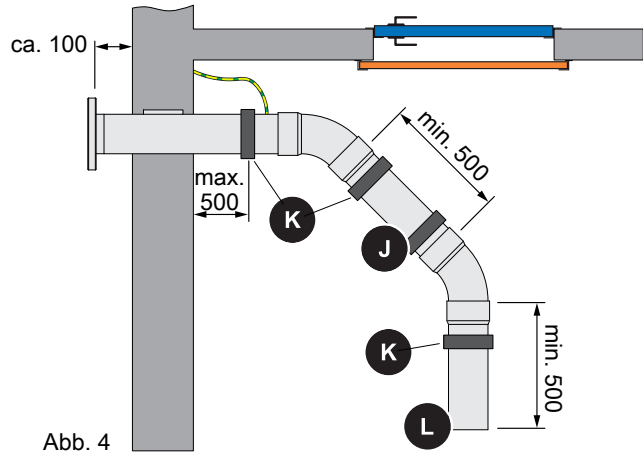

Abb. 4
- Befüllkupplungen mit einem Abstand von ca. 100 mm zur Wand (Abb. 4) einbetonieren bzw. einmauern, der Verdrehschutz muss dabei in der Wand positioniert werden
Verlängerung und Befestigung der Befüllkupplungen (Abb. 4)